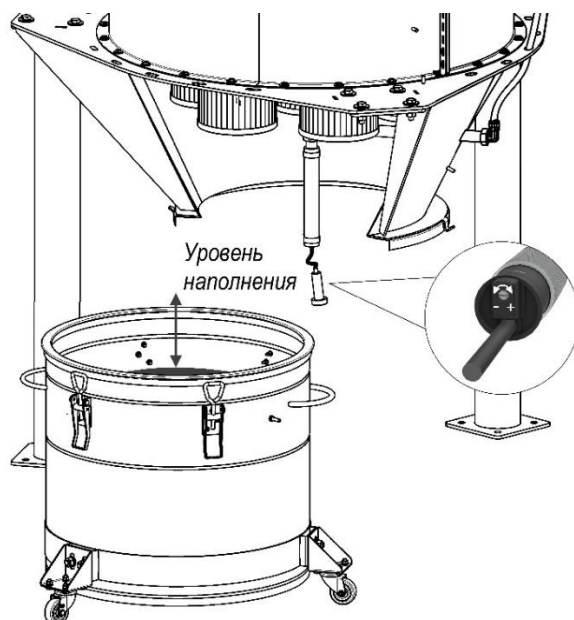

Рисунок 23
6.5.2 Для регулировки чувствительности датчика уровня необходимо (рисунок 23):